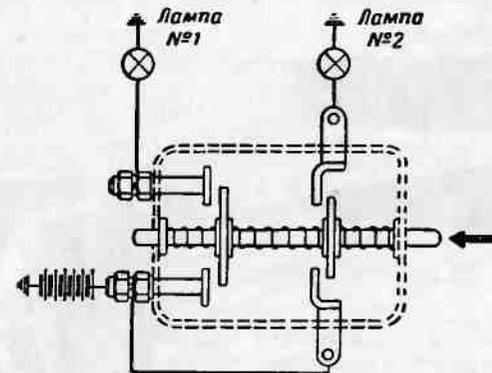

Рис. 175. Схема проверки выключателя стартера при помощи двух контрольных ламп
3. Присоединить к зажимам выключателя стартера две контрольные лампы, как показано на схеме (рис. 175).